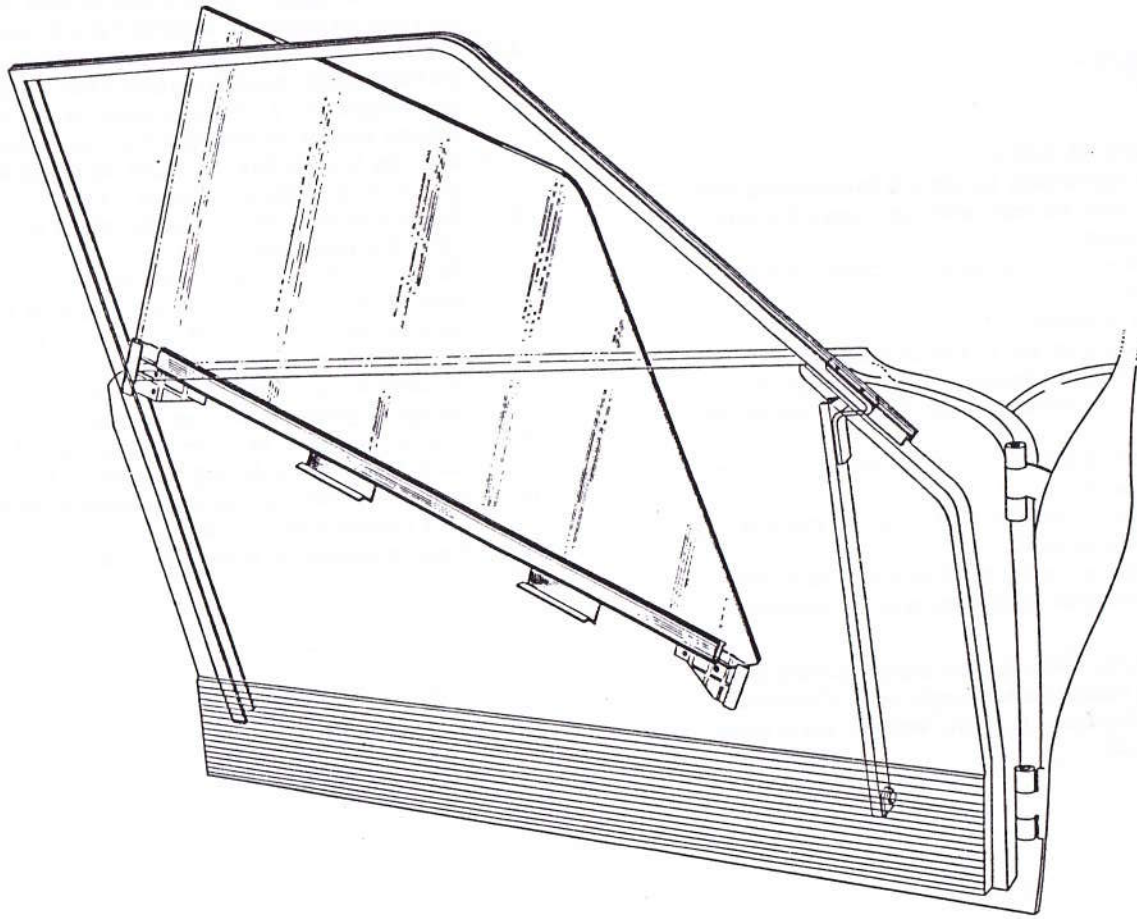

Fig. 15
- 6) Basculer la vitre vers l'avant de la porte (Fig. 15), puis la soulever verticalement dans cette position jusqu'à son dégagement complet.
- 7) Engager la vitre dans la porte par l'extérieur du cadre dans la position indiquée (Fig. 15), puis l'amener progressivement en position latérale. Engager le guide arrière (fixe) dans sa coulisse, le guide avant (réglable) dans sa coulisse, poser les deux vis et rondelles (7) fixant le guide, ne pas bloquer (*clé à pipe de 10*).